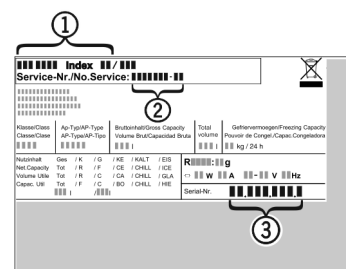

Fig. 15
- Z typového štítku odčítajte označenie zariadenia Fig. 15 (1), servisné č. Fig. 15 (2) a sériové č. Fig. 15 (3). Typový štítok je na ľavej vnútornej strane zariadenia.
- Upovedomte zákaznícky servis a oznámte chybu, označenie zariadenia Fig. 15 (1), servisné č. Fig. 15 (2) a sériové č. Fig. 15 (3).